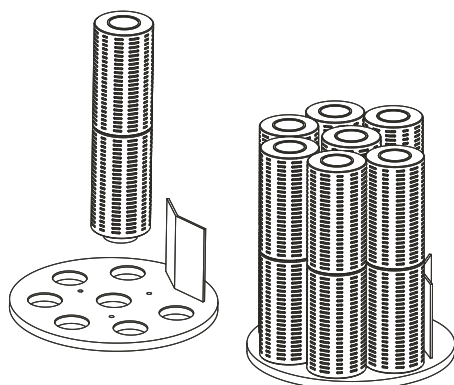

図 17.
8. カートリッジの O-リングはしっかりとフィットして密封性を高める設計になっているため、カートリッジは少し力を入れて左右に振りながら押し込みます (図 17)。